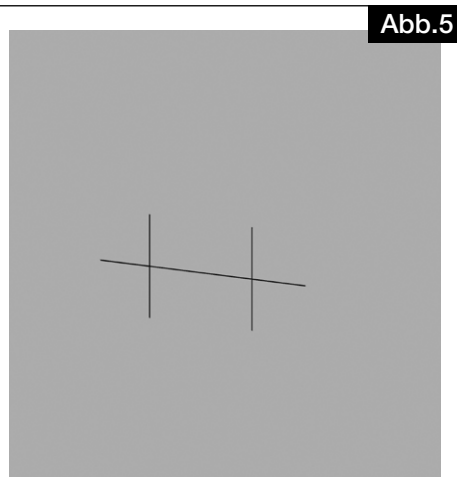
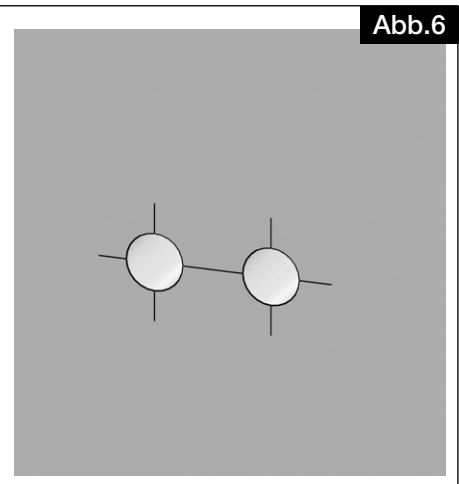

Abb.5
Abb.6
2. Die Montageschablone abnehmen (siehe Abb.5), die horizontalen Kernlochbohrungen setzen (siehe Abb.6) ($\geq \varnothing 122$ mm horizontal).